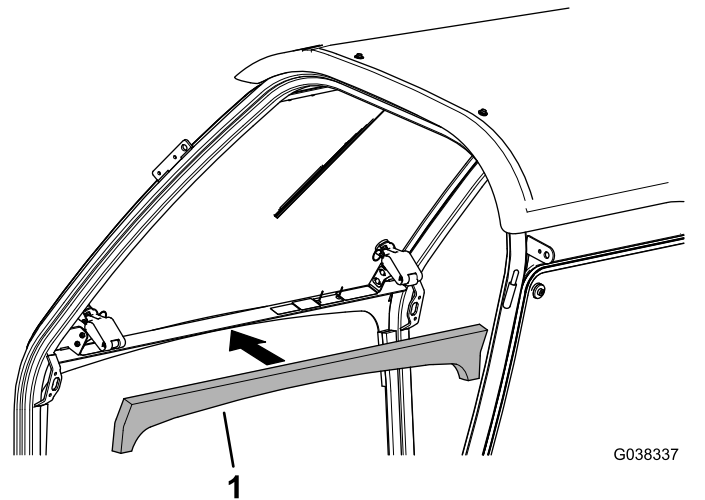

Bild 10
- Die vordere Schaumstoffdichtung einbauen, sofern diese noch nicht eingebaut ist (**Bild 10**).